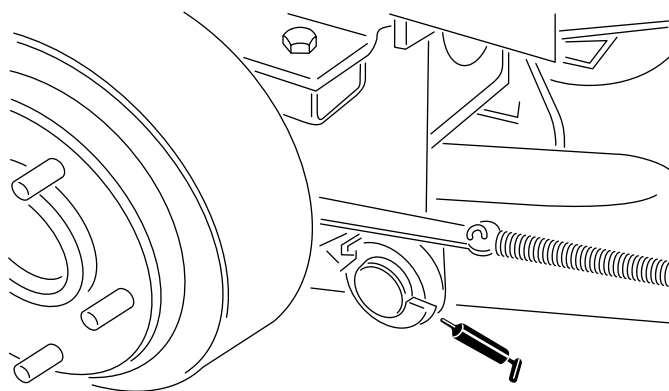

Figura 21
- Pivotes del brazo de elevación trasero (Figura 21)